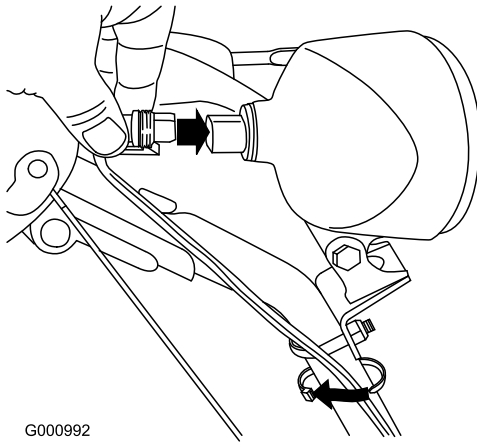

Bild 12
1. Setzen Sie den Kabelanschluss am losen Ende des Kabels gerade hinten in die Scheinwerfereinheit ein, bis er fest sitzt (Bild 12).
Hinweis: Achten Sie darauf, dass der Kunststoffclip am Kabelanschluss unten ist (Bild 12).
2. Befestigen Sie eine Kabelbinde (von den losen Teilen) ungefähr 2,5 cm unter der U-Schraube um das Kabel und den Griff (Bild 12).